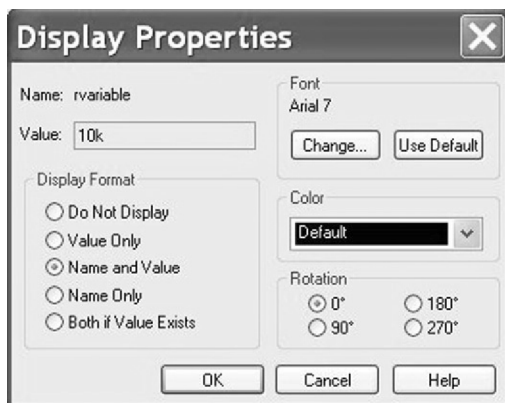

图 5.9 显示参数属性
6. 选定新参量 **rvariable**, 然后对其进行显示属性设置。图 5.9 所示为 **Display Properties** 显示属性窗口, 在显示格式对话框中选择 **Name and Value**, 然后关闭属性编辑器。